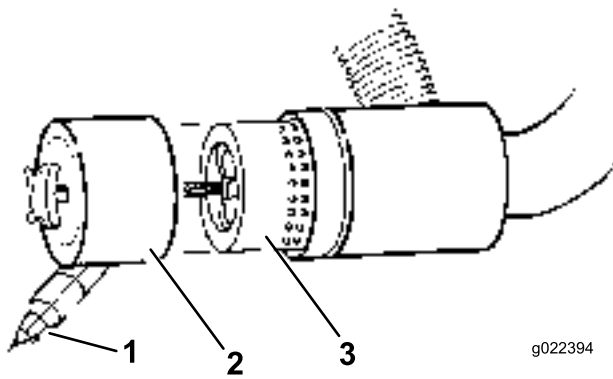

Bild 44
3. Nehmen Sie den Filter heraus und wechseln Sie ihn aus (Bild 44).